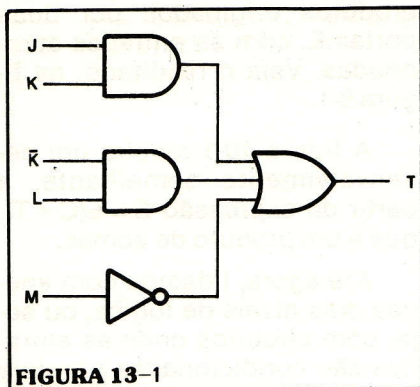

FIGURA 13-1
- Escreva a expressão Booleana equivalente ao circuito da figura 13-1.